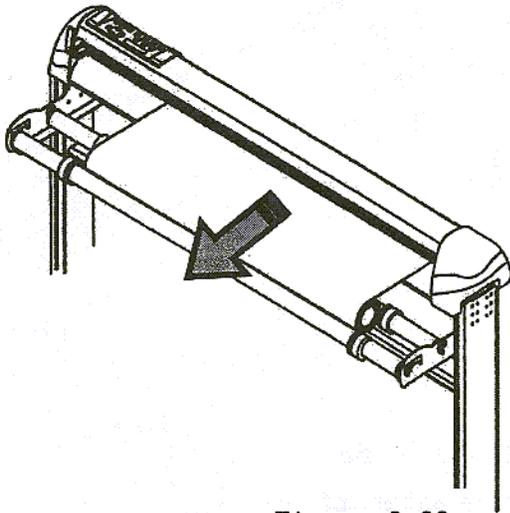

Figura 2-26
4. Recupere hacia atrás para igualar la tensión en todo el material (Figura 2-26)